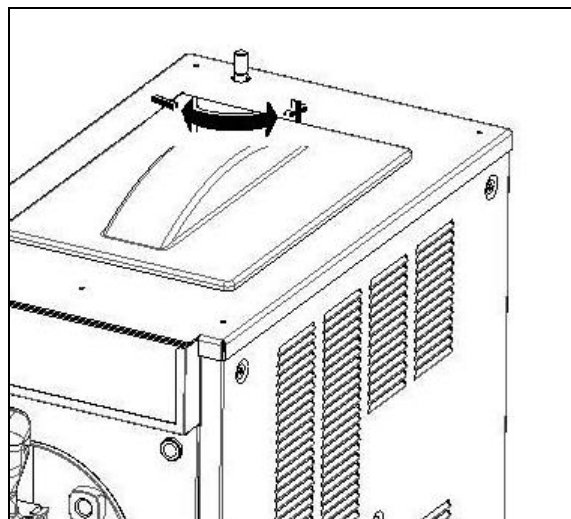

Fig. 9
- Per variare la consistenza del prodotto, agire sul pomello di regolazione collocato sul retro della parte superiore della macchina (fig. 9); ruotandolo in senso orario, il prodotto diventerà meno denso, ruotandolo invece in senso antiorario, il prodotto diventerà più denso.